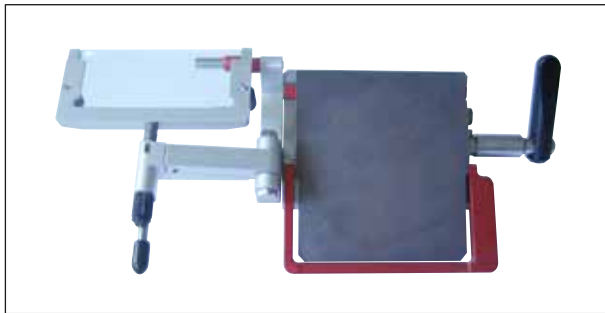

Abb. 46
- Den Schnittstrecker zur Seite klappen (siehe (→ Abb. 46)).